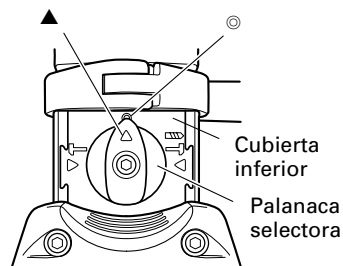

Fig. 8
(2) Cuando fije las posiciones de trabajo de herramientas tales como cortafrío, etc.
- (a) Tire de la palanca selector, desbloquéela, y gírela. Alinee ▲ de la palanca selectora con ◎ de la cubierta inferior, como se muestra en la Fig. 8.